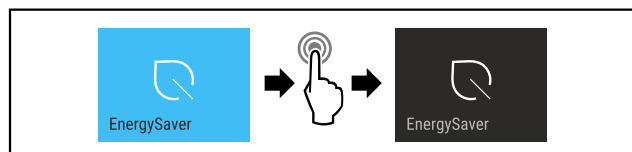

Fig. 15
- ▶ Wykonać czynności (patrz Fig. 15) .